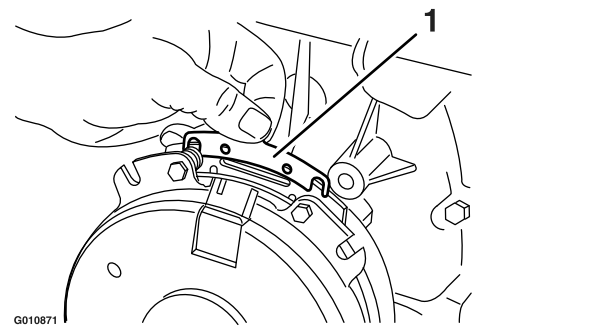

Figura 70
- B. Usando un alicate de punta fina, o a mano, sujete la pestaña y retire el suplemento (Figura 70).